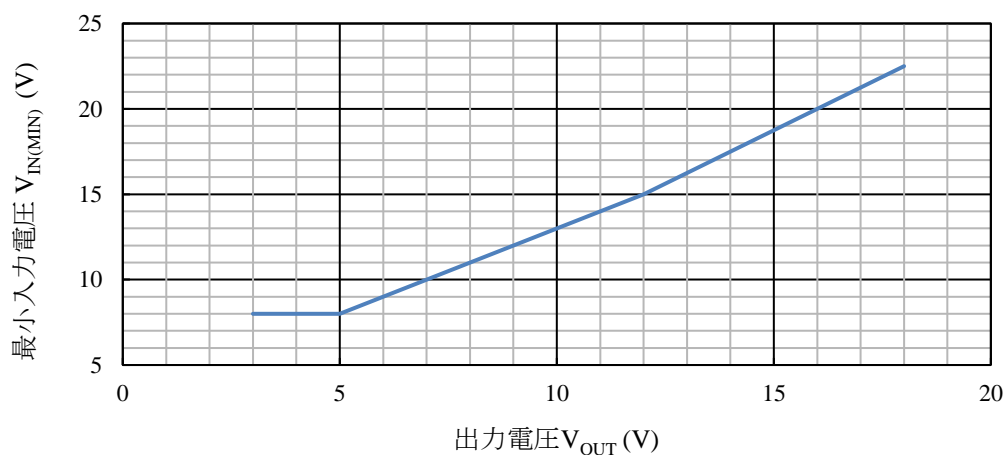

図 2-1 NR264S 最小入力電圧
(1) 図 2-1 参照
(2) 熱減定格 (10.1 項参照) の範囲内で使用する必要があります。